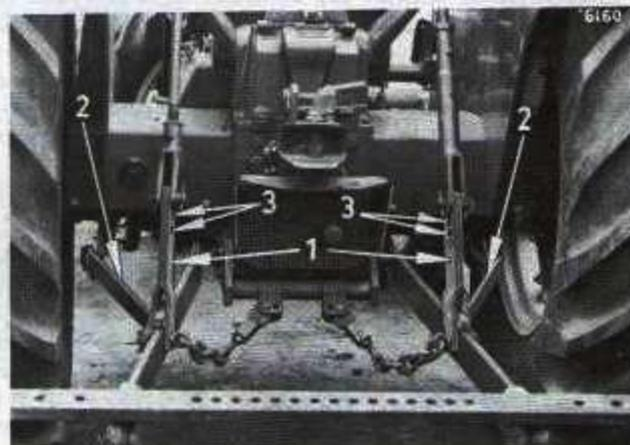
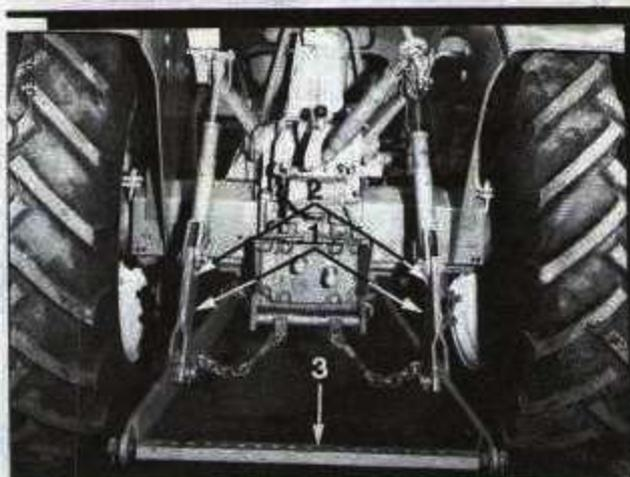

Fig. 30
Fig. 31
Afin d'éviter les rebonds, montez les rallonges de tringles de relevage (1) Fig. 30 ou 31. Amenez les bras de relevage en position haute. Réglez la hauteur
de la barre d'attelage comme nécessaire en utilisant les trous de réglage (3) Fig.30 ou (2) Fig. 31, prévus à cet effet.